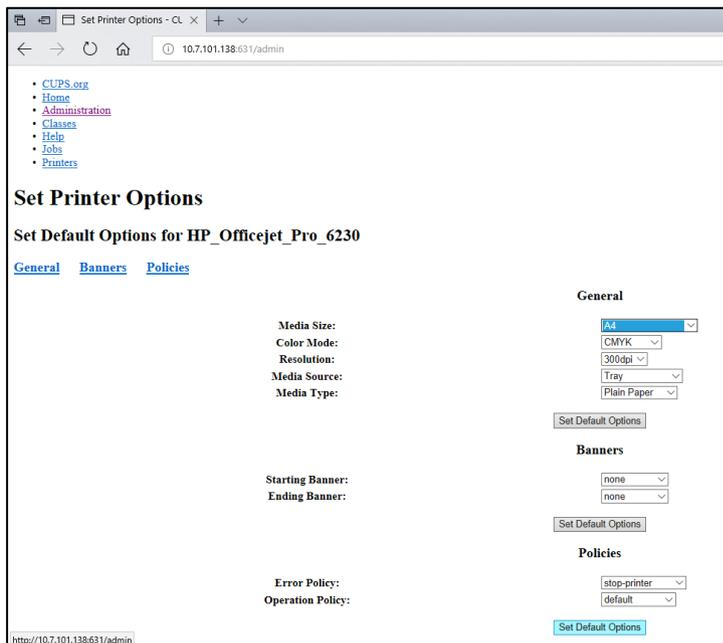

Figure 78. Sélection de la bonne Media Size (Taille de média).
7. Sélectionnez la bonne Media Size (Taille de média, comme « A4 ») car certaines imprimantes n'impriment pas si le format de papier est incorrect. Enregistrez ensuite votre sélection en appuyant sur Set Default Options (Définir les options par défaut) (figure 78).